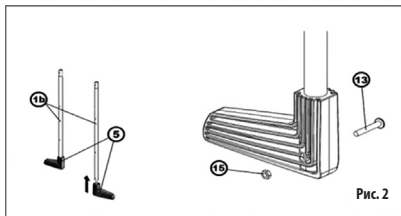

Рис. 2
Нижние угольники (5) надвиньте на правильный конец (в соответствии с отверстиями) нижних трубок задних ножек (1б). Зафиксируйте с помощью соответствующих болтов (13) и гаек (15). (Рис. 2)